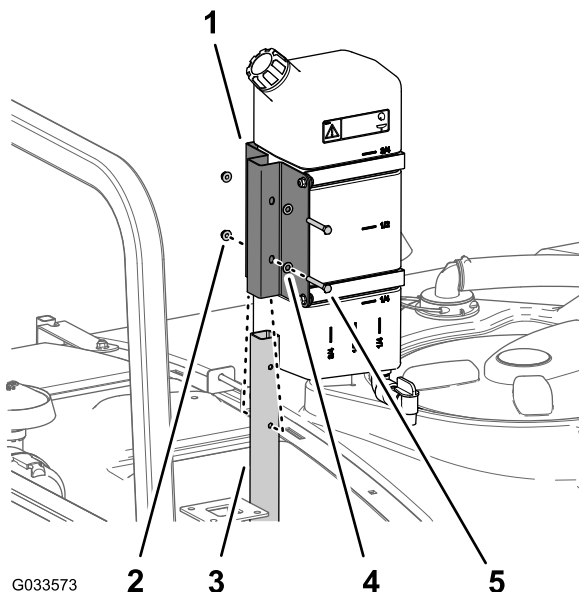

Figure 45
1. Fixez le réservoir d'eau douce et son support sur le tube de support à l'aide des 2 boulons (5/16" x 2¼") et des 2 contre-écrous à embase (5/16"), comme montré à la Figure 45.